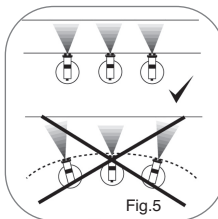

Fig.5
2) C'est l'avant bras qui doit bouger, pas le poignet (fig.5+6)